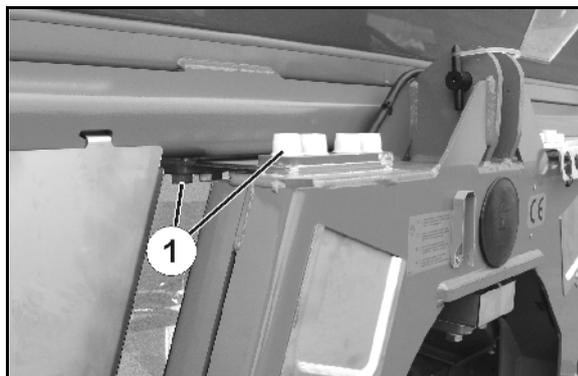

Fig. 52
La distancia obligatoria entre los tornillos de tope (Fig. 52/1) y la carcasa de la báscula es de 2 mm.
1. Aflojar la contratuerca (Fig. 52/2)